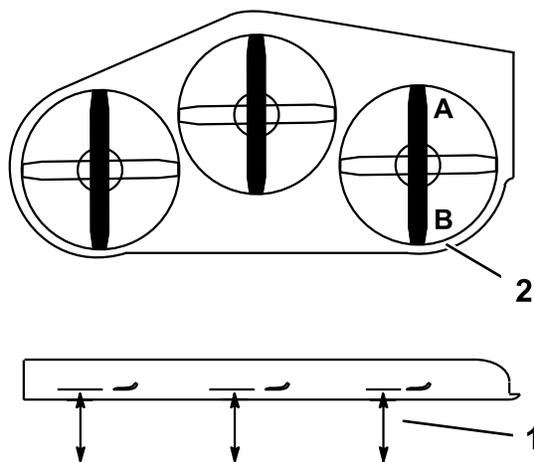

Рисунок 86
- Расположите один нож в продольном направлении. Измерьте высоту в точках **A** и **B** от горизонтальной поверхности до режущей кромки на конце ножа (Рисунок 86).